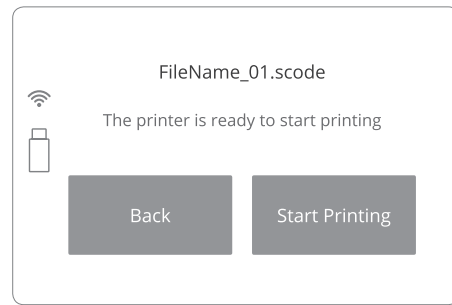

Abbildung 30. Bildschirm Drucken starten.
20. Drücken Sie die Schaltfläche „START PRINTING“ („DRUCKEN STARTEN“) auf dem LCD-Touchscreen und der Druckvorgang beginnt (Abbildung 30).